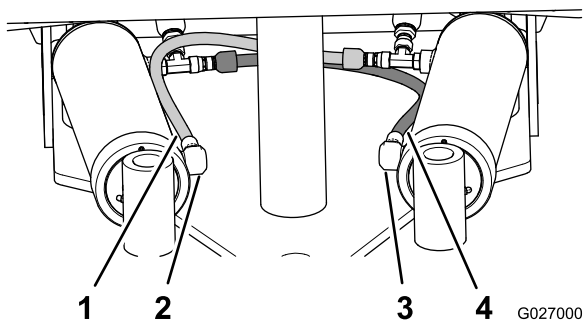

**Figure 16**
2. Branchez le flexible de vérin de pivotement gauche au raccord en T sur le vérin de pivotement gauche (Figure 16) et serrez l'écrou orientable du flexible à un couple de 21 à 28 Nm (15 à 21 pi-lb).
3. Branchez le flexible de vérin de pivotement droit au raccord en T sur le vérin de pivotement droit (Figure 16) et serrez l'écrou orientable du flexible à un couple de 21 à 28 Nm (15 à 21 pi-lb).
4. Pivotez les raccords en T vers l'arrière et le haut d'environ 60° (Figure 16) et serrez les écrous orientables des raccords en T à un couple de 32 à 39 Nm (23 à 29 pi-lb).